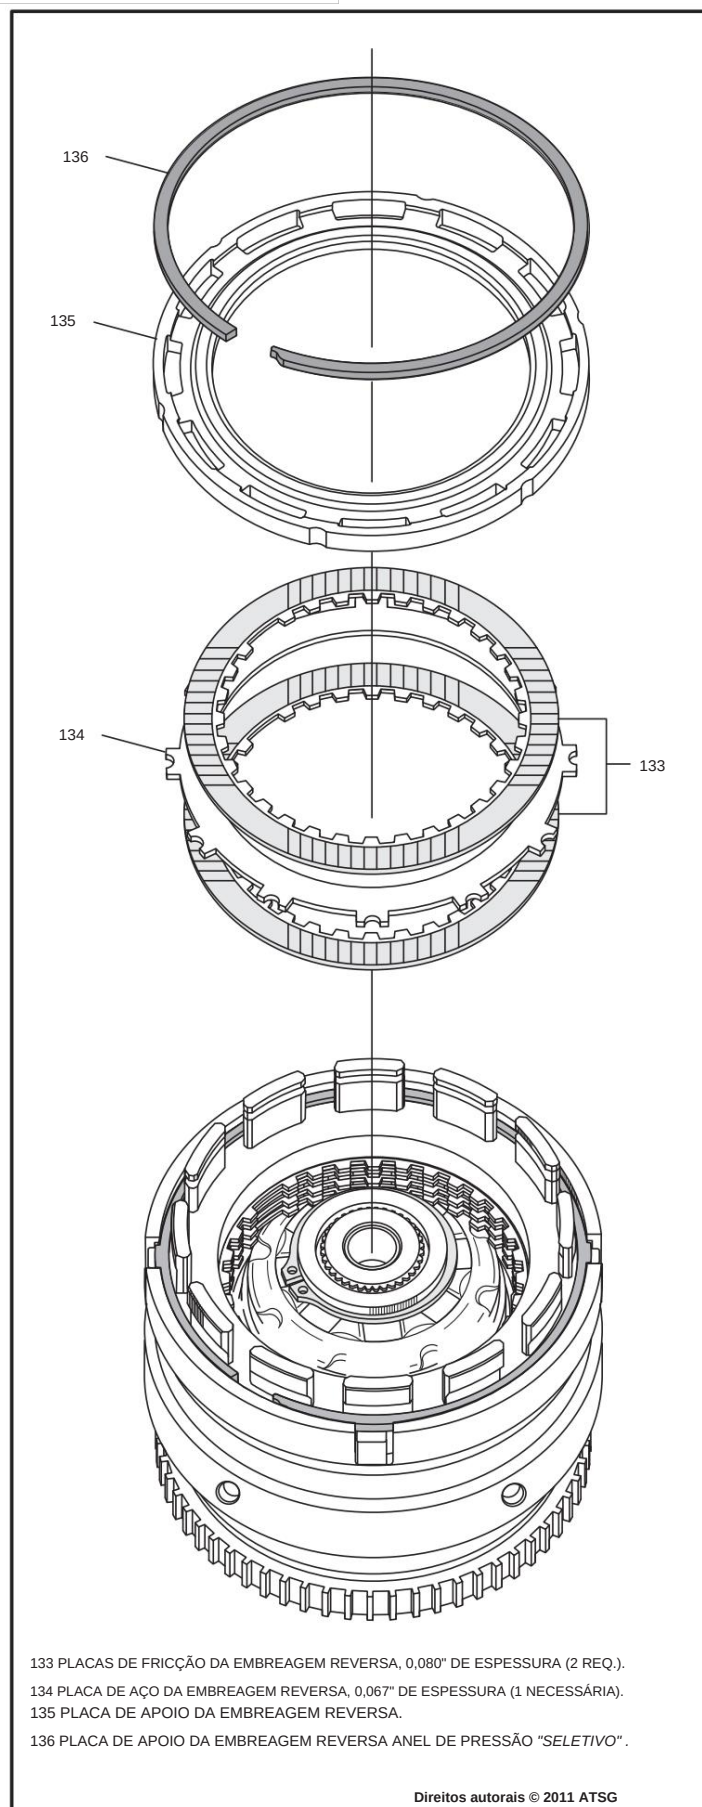

Figura 103
35. Instale temporariamente o conjunto da embreagem reversa começando com uma placa de fricção e alternando com placa de aço até instalar duas placas de fricção e 1 placa de aço, conforme mostrado na Figura 103.
36. Instale a placa de apoio da embreagem reversa com o lado plano voltado para baixo, conforme mostrado na Figura 103.
37. Instale o anel elástico **seletivo** da placa de apoio da embreagem reversa, conforme mostrado na Figura 103.
conforme descrito na página 68 e ilustrado na Figura 103.